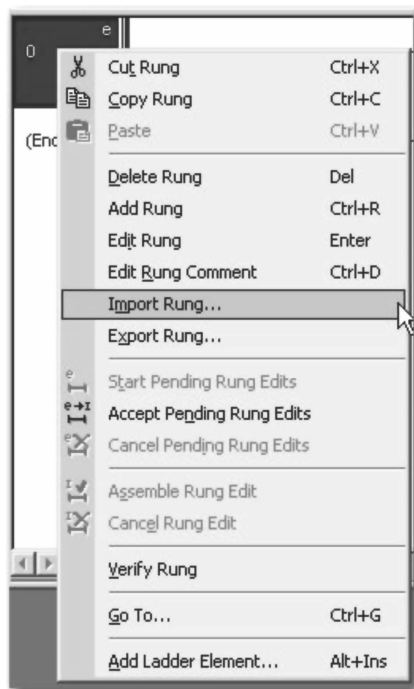

图 13-8 梯形图编辑菜单
5. 在梯形图编辑器中，右键单击梯级 0 并选择“导入梯级”（Import Rung），如图 13-8 所示。